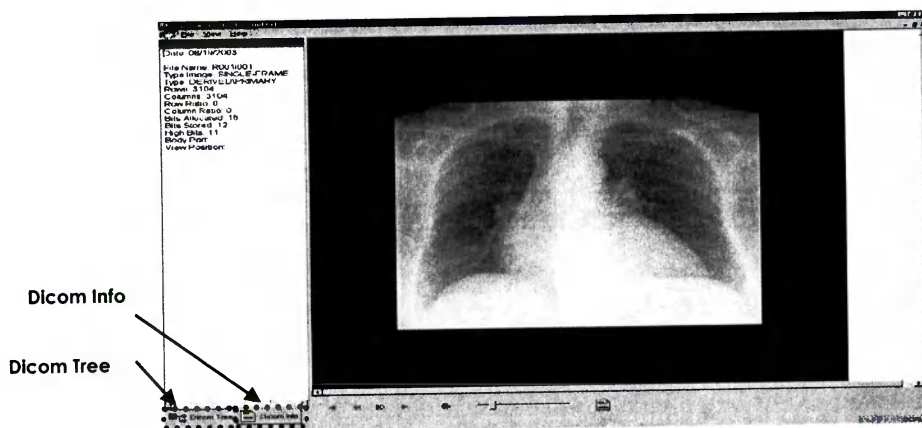

Рисунок 188
– выберите ярлык **Dicom Info** для просмотра информации об изображении (см. рисунок 188);